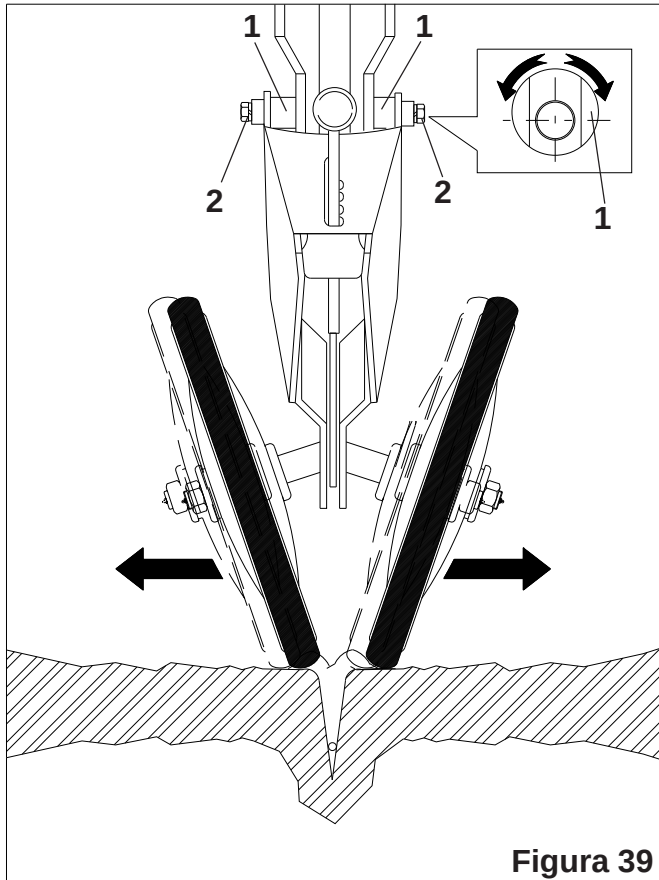

Figura 39
- Para facilitar el retorno de la tierra sobre la semilla en suelos compactados, ponga el disco dentado (5) a través del tornillo (6) en las ruedas compactadoras en "V" (1). Detalle "C".
13 - Para el desplazamiento horizontal de las ruedas, las mismas fueron desarrolladas con eje excéntricos (1). Para esta regulación suelte los tornillos (2) gire los referidos ejes (1), con una llave para que accione las ruedas y se alinen con el surco, posicionando mayor o menor cantidad de tierra lateralmente a la semilla. **Figura 39.**